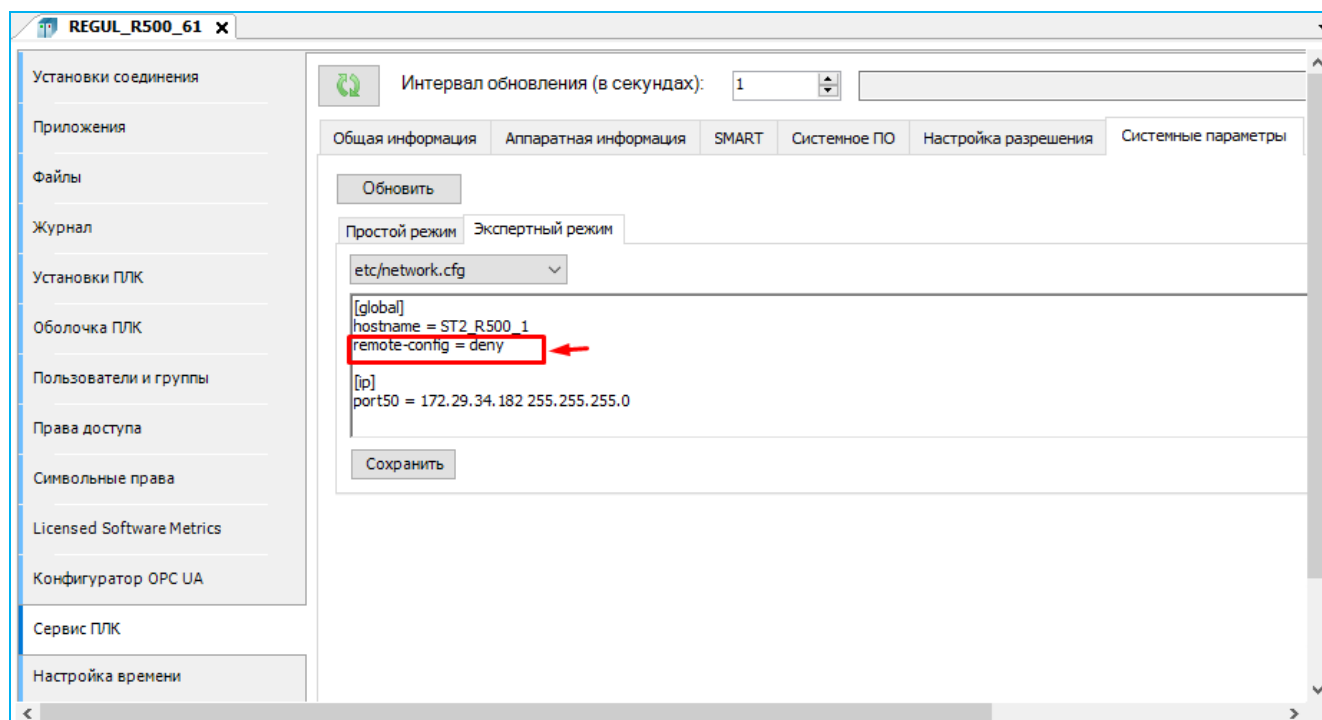

Рисунок 148 – Снятие запрета на изменение сетевых настроек, вкладка экспертного режима
- либо на вкладке **Экспертный режим** выберите название каталога конфигурационного файла **etc/network.cfg** (см. «Приложение В»). Удалите строку, выделенную красным цветом и нажмите кнопку **Сохранить** (Рисунок 148).